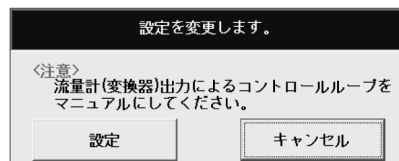

図26
- ④ ③において、必要な項目をすべて入力したら「設定」ボタンをクリックします。クリックすると、図26のようなメッセージボックスが現れます。
- ⑤ ここで「設定」をクリックすると、入力した設定値に変更されるのですが、設定値の変更によって流量計の出力も変化します。安全のため、流量計の出力によりバルブ等を制御している場合には、その制御ループをマニュアル制御に変え、制御ループが流量計の出力に影響を受けない様な状態にしてください。